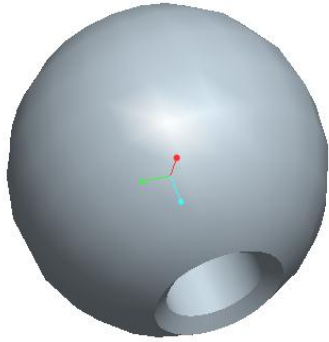

図 12-46 ハンドル ボール
- 6) バイスアセンブリの構成部品ファイルをオープンする。ハンドル ボール ファイルを開く (図 12-46) に示す。